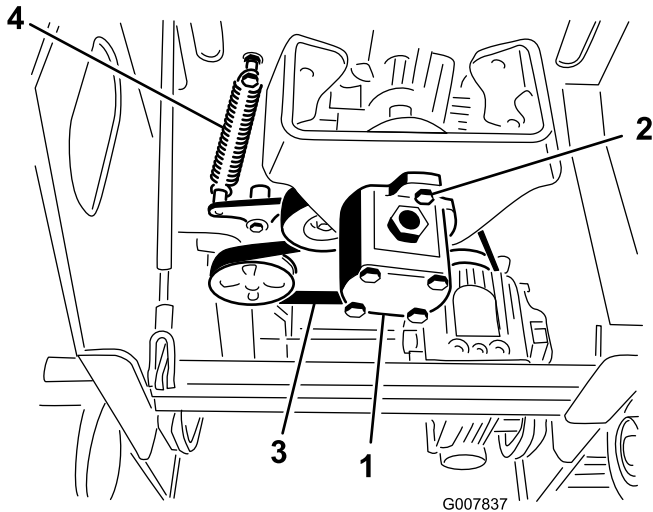

Figure 49
5. Desserrez les deux boulons de la pompe (Figure 49).
6. Tournez la pompe dans le sens antihoraire et laissez-la se détacher de la poulie (Figure 49). Attention à ne pas faire tomber l'accouplement en étoile en même temps que la pompe.
7. À l'aide d'un extracteur de ressort (à se procurer chez un dépositaire réparateur agréé) ou d'un crochet en métal, décrochez du boulon de ressort l'extrémité du ressort de la poulie de tension afin de détendre la courroie (Figure 49).